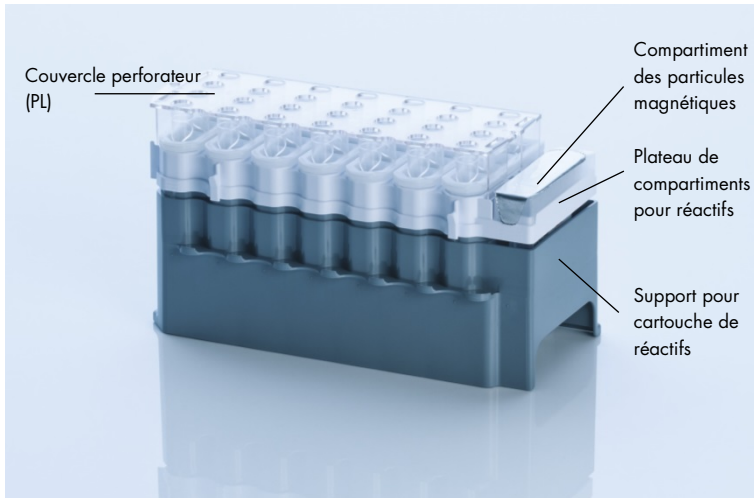

Figure 2. Cartouche de réactifs (RC) QIASymphony. La cartouche contient tous les réactifs nécessaires au cycle.
Les réactifs pour la purification de l'ADN sont contenus dans une cartouche de réactifs (RC) innovante (Figure 2, page 15). Chaque compartiment de la cartouche contient un réactif particulier, tel que des particules magnétiques, un tampon de liaison, un tampon de lavage ou un tampon d'éluat. Il est possible de refermer les cartouches de réactifs (RC) entamées à l'aide de bandelettes d'étanchéité (RSS) en vue d'une réutilisation ultérieure, ce qui évite de générer des déchets dus à des restes de réactifs à la fin de la purification.
Placer la cartouche de réactifs (RC) sur son support. Avant la première utilisation d'une cartouche de réactifs (RC), placer sur celle-ci le couvercle perforateur (PL) (Figure 2, ci-dessus).